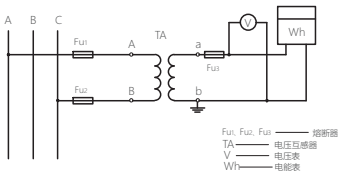
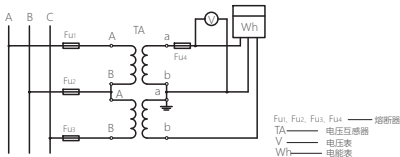

图4 电压互感器单相用接线图
图5 电压互感器三相用接线图(V形接法)
6.2 互感器推荐的接线原理图见图4、图5。
7.3 核对铭牌参数是否符合选择要求，推荐按图4或图5对互感器进行接线，互感器上标有“A”“B”大写字母的端子接高电压侧，标有“a”“b”小写字母的端子接二次线路。